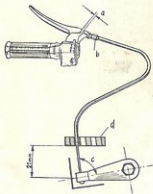

Figure 8
- au moment de surmonter la résistance légère, le levier sur le bloc-moteur doit être en équerre avec le câble (voir l'angle c sur figure 8)